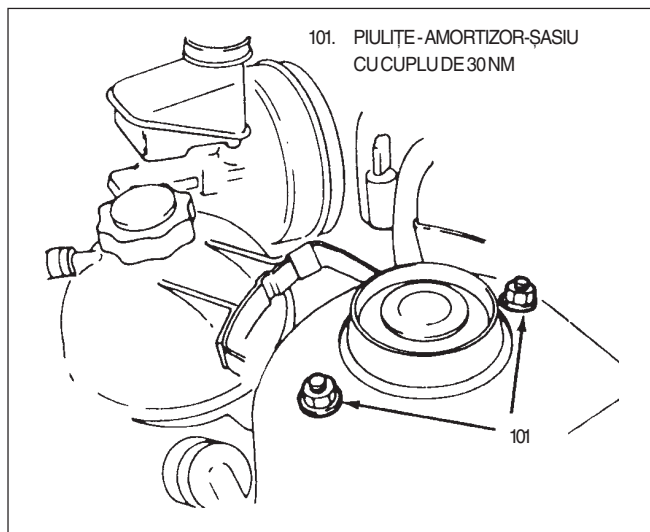
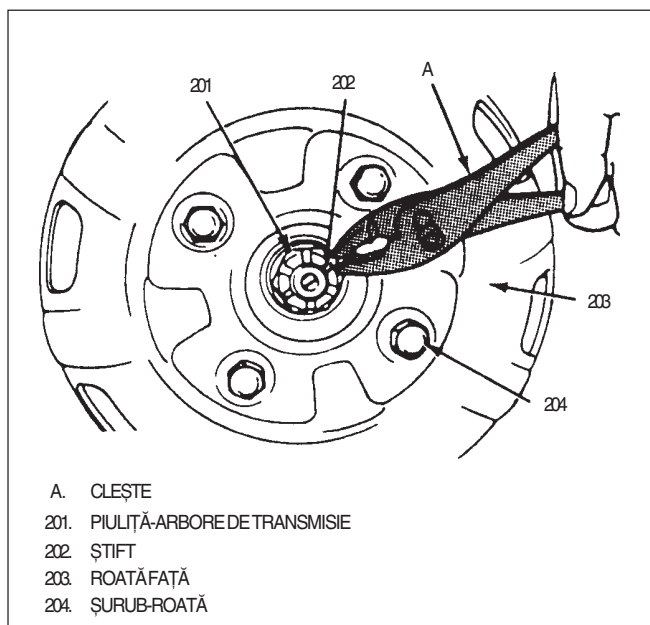

Fig. 36 Prinderea amortizorului la șasiu
Fig. 37 Piulița arbore de transmisie-butuc roată
- 1) Se desface capota și se slăbesc ambele piulițe (101) de fixare ale jambei elastice la șasiu (Fig. 36).
- 2) Capacul roții, se slăbesc șuruburile (204) de prindere a roții.
- 3) Știftul (202), și piulița (201) și șaiba de fixare a arborelui în butuc (Fig. 37).
- 7) Roata, șuruburile se strîng slab (fig. 37).